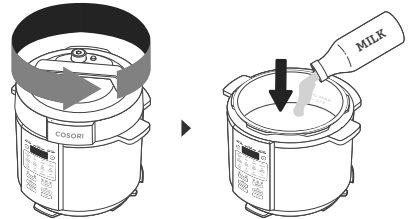

Abbildung 7.1
1. Drehen Sie den Deckel gegen den Uhrzeigersinn und heben Sie ihn zum Öffnen an. Geben Sie die Milch in den Innentopf. **[Abbildung 7.1]**